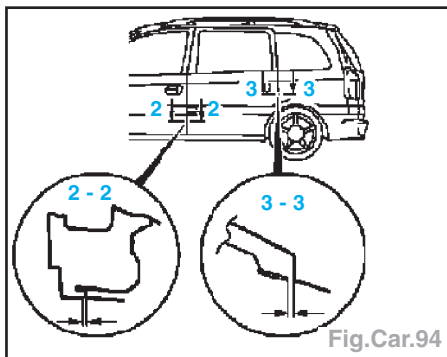

Fig.Car.94
- Reposer la porte AR et la régler (Fig.Car.94).